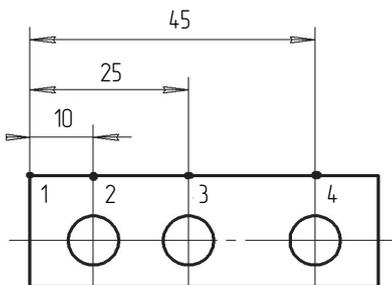

Рис. 3.6-1
Нанести серию линейных размеров, как показано на рис. 3.6-1.
2. В ответ на запрос системы *Укажите базовую точку размеров* указать точку 1 (рис. 3.6-1).